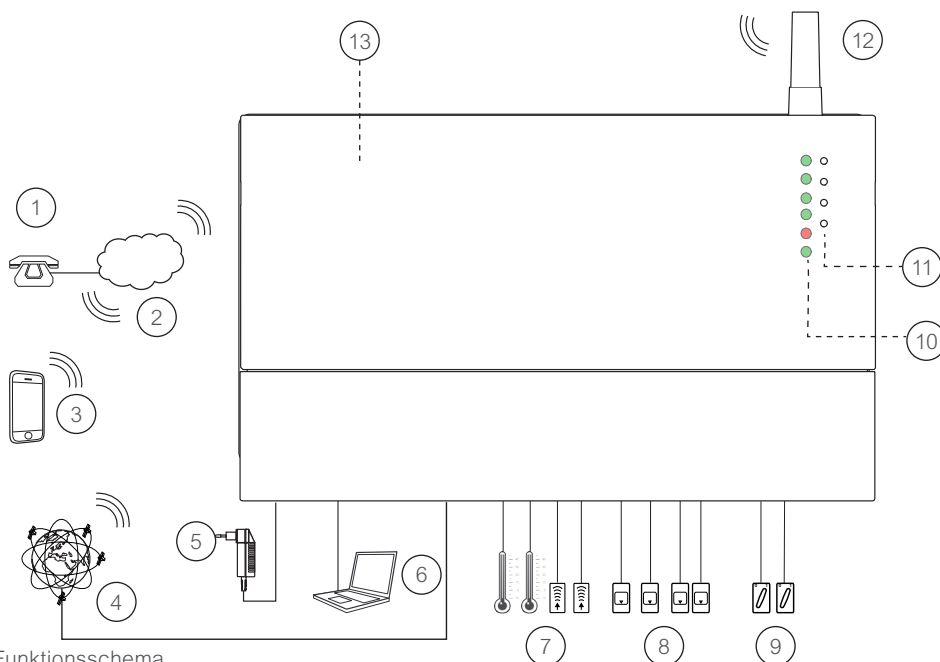

Bild 1: Funktionsschema
Legende Bild 1
Der Alarmmelder (Bild 1, Pos. 13) ist ein Fernschalt- und Störmeldergerät für das Mobilfunknetz (Pos. 2) im Aufputzgehäuse mit 230-V-Netz-Steckernetzgerät (Pos. 5). Für den Betrieb wird eine frei geschaltete SIM-Karte eines beliebigen Netzbetreibers benötigt.
11. Anzeigen/Bedienelemente (s. Bild 1, Pos. 10 und 11)